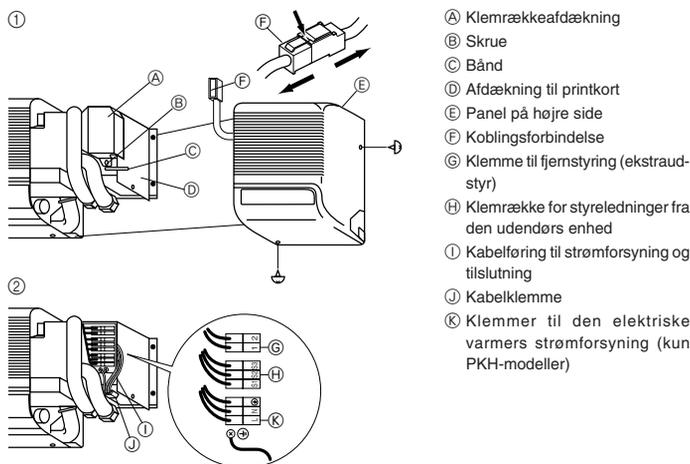

Fig. 6-1
6.1. Indendørs enhed (Fig. 6-1)
① Fjern panelet på højre side.